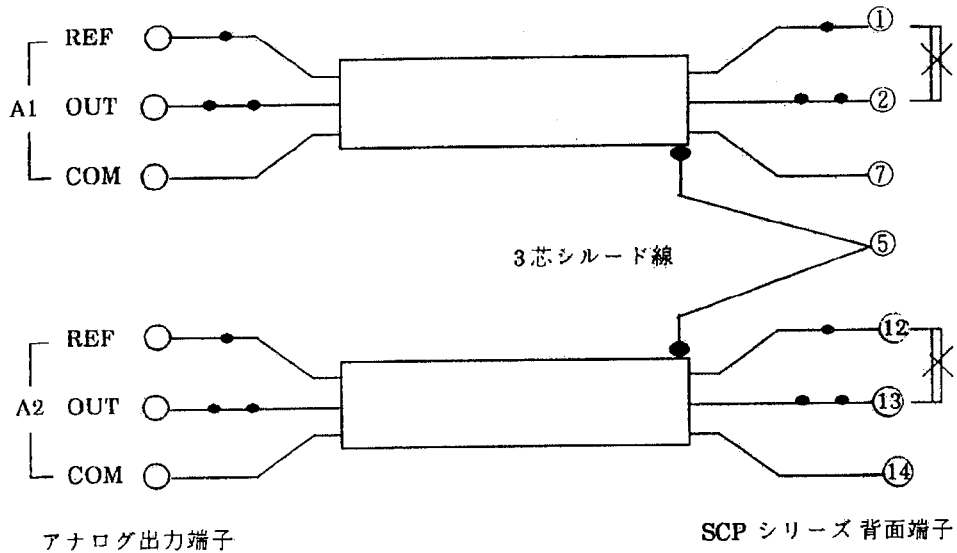

図2-5 SCPシリーズとの接続
SCPシリーズ1台の出力電圧をA1で、電流をA2でリモートコントロールする場合を図2-5に示します。
- SCPシリーズの①-②, ⑫-⑬間のジャンパー線を取外してください。
- 図2-5に従いシールド線にて各端子間を接続してください。